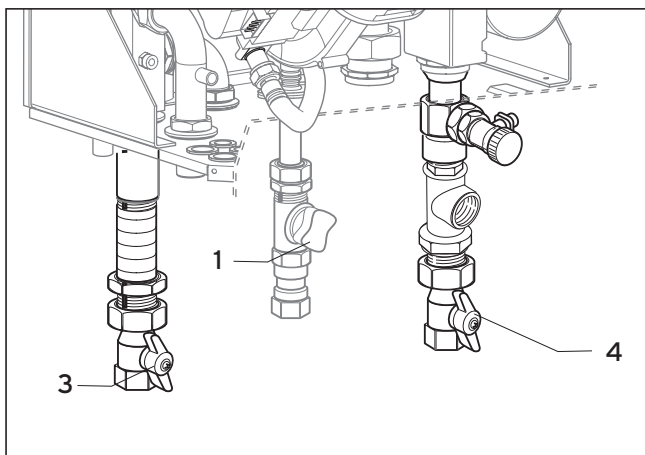

Fig. 3.3: Aprire i dispositivi di arresto
3.2.1 Aprire i dispositivi di intercettazione (Fig. 3.3)
- Aprire il rubinetto del gas (1) premendo e ruotando in senso antiorario fino all'arresto.
- Controllare se le saracinesche della mandata (3) e del ritorno (4) sono aperti.